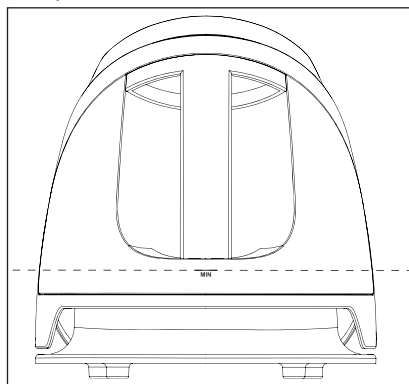

Fig. 1
- Non appena il livello del serbatoio dell'acqua **7** scende al di sotto del segno **MIN** (vedere fig. 1), non viene più pompata acqua nella camera del vapore e l'erogazione di vapore si arresta.